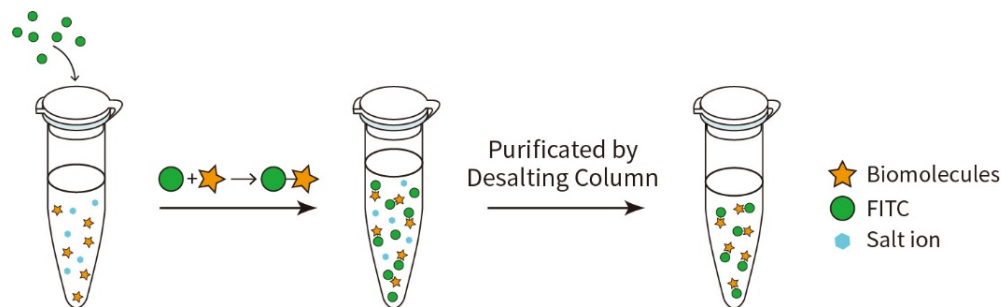

图1. 碧云天FITC快速标记试剂盒(P0639)的实验流程和原理示意图。
- 本试剂盒提供了FITC标记试剂和用于纯化FITC标记生物大分子的脱盐柱(Desalting Column)。本试剂盒的标记流程和原理如图1所示。